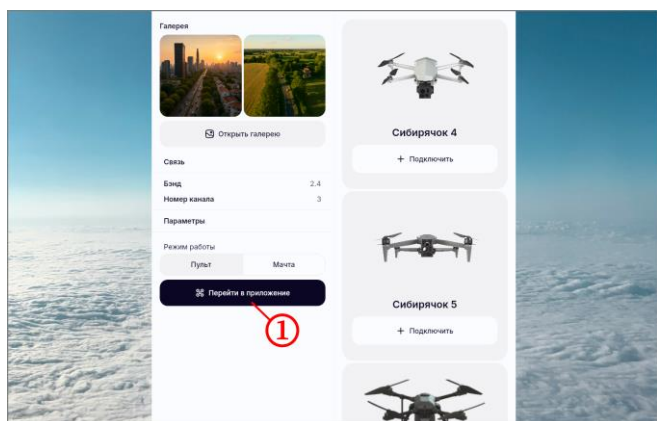

Рисунок 28
- на стартовом экране нажать на кнопку «Перейти в приложение» (рисунок 28, шаг 1);